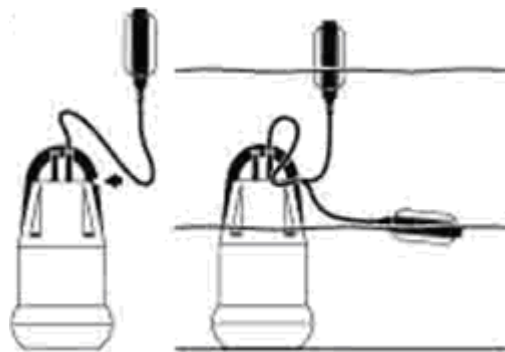

Abb.3
Automatischer Schwimmer (Abb.3): Der Schwimmer setzt die Pumpe automatisch in Betrieb, wenn das Flüssigkeitsniveau steigt, bzw schaltet ab wenn Flüssigkeitsniveau absinkt. Die Ein- und Ausschalthöhen können variieren. Die angegebenen Werte sind Durchschnittswerte und stimmen nicht, wenn der Schwimmerschalter nicht an der Arretierung des Schwimmerschalters (4) befestigt ist.